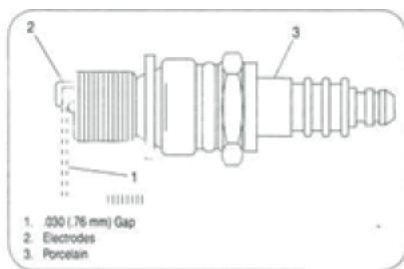

Рис. 41
4. Проверьте зазор между электродами с помощью щупа и при необходимости установите зазор на 0,030 (0,76 мм). см. рисунок 41.